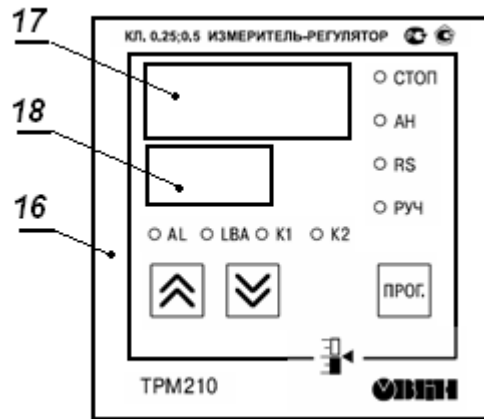

Рис.2. Внешний вид лицевой панели измерителя-регулятора TRM210.
4.6 Внешний вид лицевой панели измерителя-регулятора ТРМ210 изображен на рис.2.